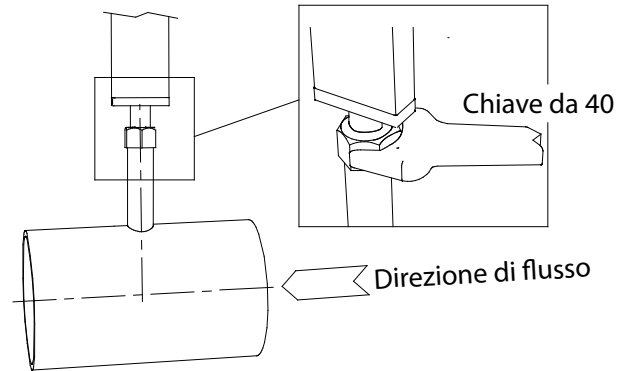

Fig. 4
- Stringere il dado con chiave da 40 mantenendo l'allineamento (fig. 4). Il serraggio del dado deve garantire la tenuta della guarnizione inserita